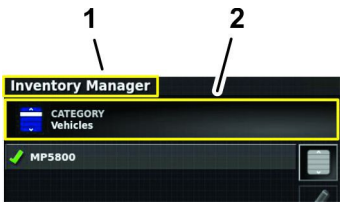

Figura 98
- 5. Se la categoria del tipo di informazioni (ad es. prodotti, ugelli personalizzati, campi, attività, confini dei campi, linee AB e curve) che volete esportare non viene visualizzata nell'icona Categoria, premete l'icona Categoria (Figura 98).